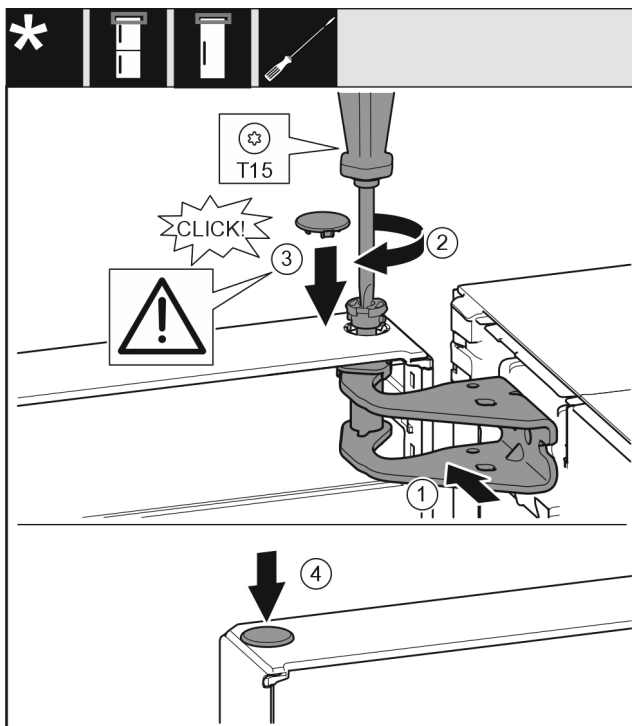

Fig. 17
- ▶ Dveře nahore vyrovnejte s otvorem ve stojanu ložiska. Fig. 17 (1)
- ▶ Vložte čep a pevně jej utáhněte šroubovákem T15. Fig. 17 (2)
- ▶ K zajištění dveří namontujte bezpečnostní kryt: Bezpečnostní kryt nasadíte a zkontrolujete, zda přiléhá na dveře. V opačném případě čep zcela zasuňte. Fig. 17 (3)
- ▶ Vložte zátku. Fig. 17 (4)